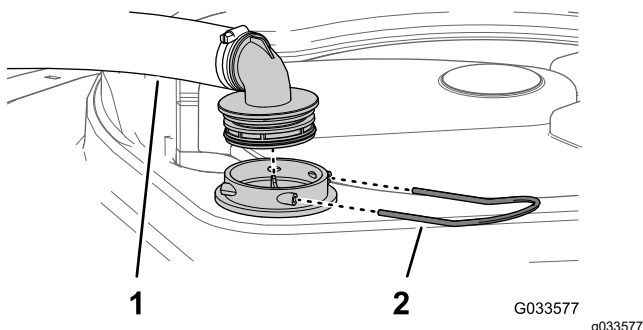

Figura 144
2. En la parte superior del depósito de fumigación, retire la horquilla de retención que sujeta el acoplamiento que está conectado a la manguera grande y al alojamiento del filtro (Figura 144).
3. Retire la manguera y el acoplamiento del alojamiento del filtro (Figura 144).